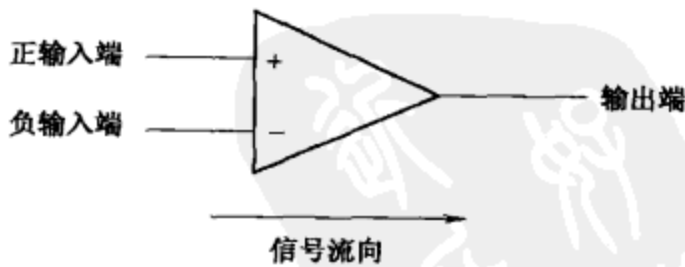

图 7-4
(1) 集成运算放大器、电压比较器等习惯上用三角形图框表示, 如图 7-4 所示。其左边有正、负两个输入端, 其右边三角形顶点处为输出端, 三角形图框的顶点方向即为信号流向。